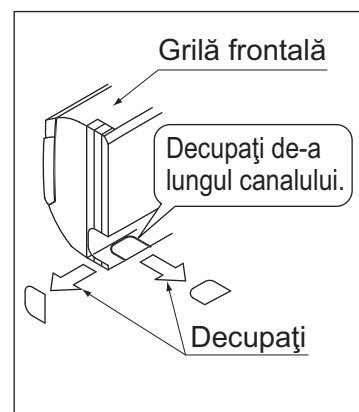

Fig. 5
(3) **Dacă utilizați pozițiile stânga-jos, dreapta, sau dreapta jos pentru tubulatură, decupați orificiul de trecere a tubulaturii în grila frontală, cu ajutorul unui cuțit. (Consultați Fig. 5)**